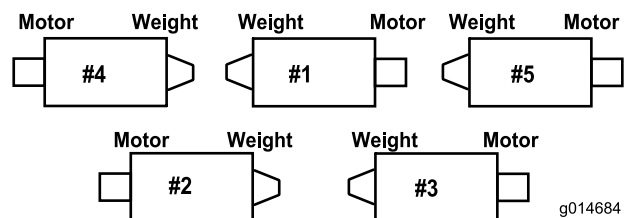
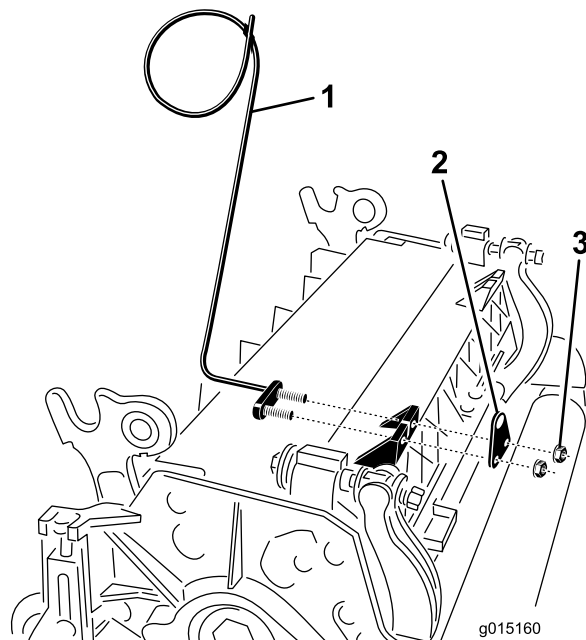
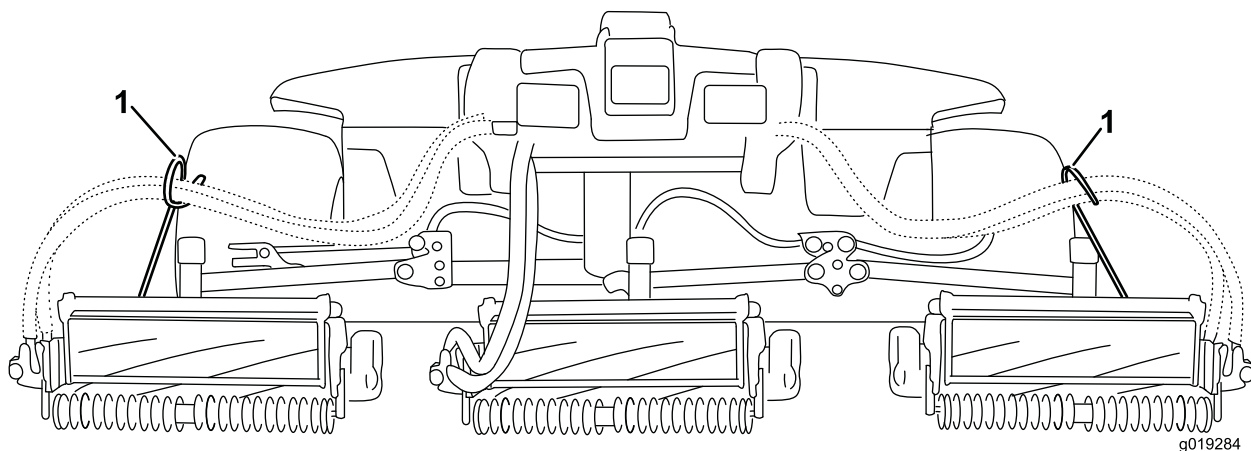

Рисунок 6
Рисунок 7
Рисунок 8
**Внимание:** На режущем блоке № 4 (левом переднем) и № 5 (правом переднем) (Рисунок 6) используйте крепежные гайки кронштейна штока для крепления направляющих шлангов к передней части выступов режущих блоков (Рисунок 7). Направляющие шлангов должны быть наклонены в сторону центрального режущего блока (Рисунок 7 и Рисунок 8).